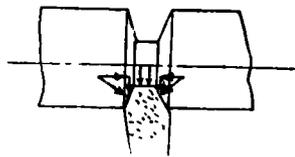

图2
2. 刀尖角改为 70° ,可以减少刀具主刃的切削压力,因此可以增大送刀量(图2);